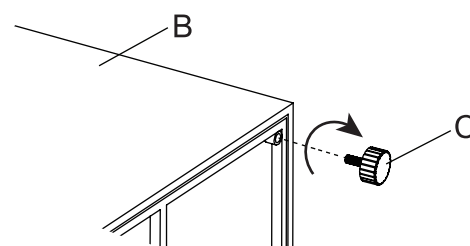

Figure 1
1. Med hjälp av en annan person, placera försiktigt eldstaden (B) på en plan, icke-slipande yta för att undvika repor. Kontrollera de fyra hörnen på undersidan av eldstaden, rikta in glidfötterna (C) med skruvhålen och skruva medurs (se Figure 1).